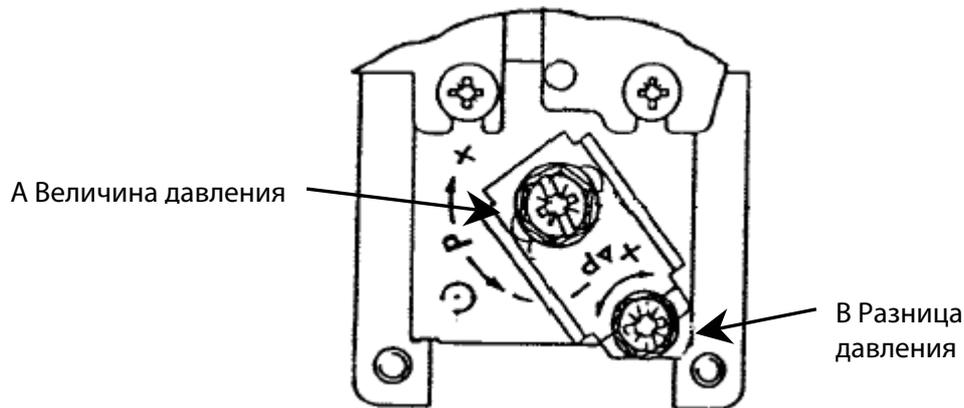

Abb. 4-1: Регулировка давления
- Установите давление выключения, вращая винт регулировки давления А с помощью отвертки. (см. Рис. 4-1).